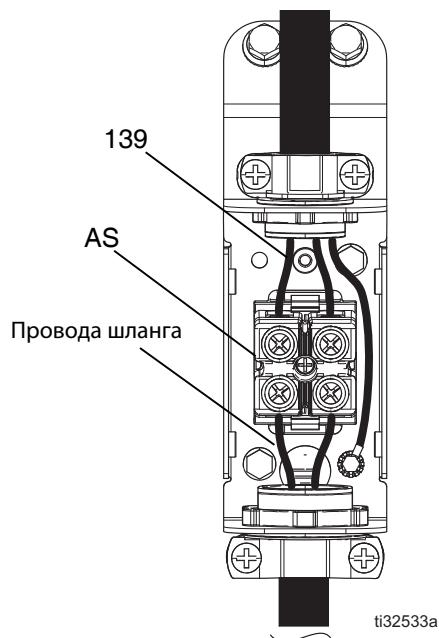

Рис. 70
2. Откройте дверцу электрического блока (173), для чего ослабьте болты (68) и поднимите дверцу вверх.
3. Выключите размыкатель цепи CB5 и отключите провода шланга в распределительной коробке шланга. См. Рис. 70, стр. 72.
- b. Если цепь замкнута, подключите провода шланга в распределительной коробке на место. См. Рис. 70, стр. 72. Включите размыкатель цепи CB5. Закройте дверцу электрического блока (173) и затяните болты (68).